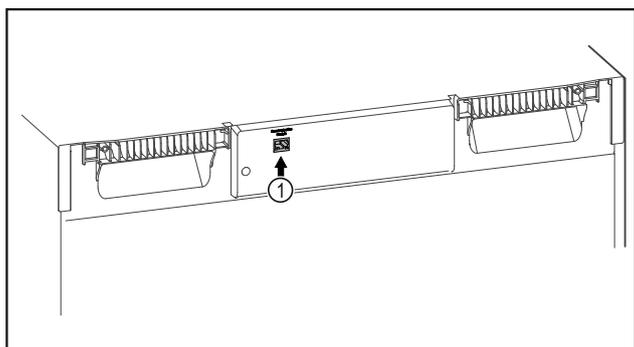

Fig. 136
- SmartModule Fig. 136 (1) 已使用。